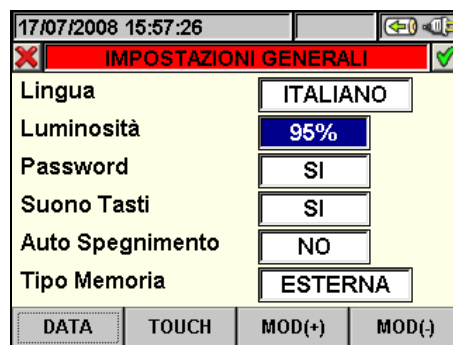

Fig. 11: Videata regolazione luminosità del display
1. Posizionare il cursore con i tasti freccia alto o basso sul campo corrispondente alla voce "Luminosità" evidenziandolo su sfondo blu, come mostrato in Fig. 11